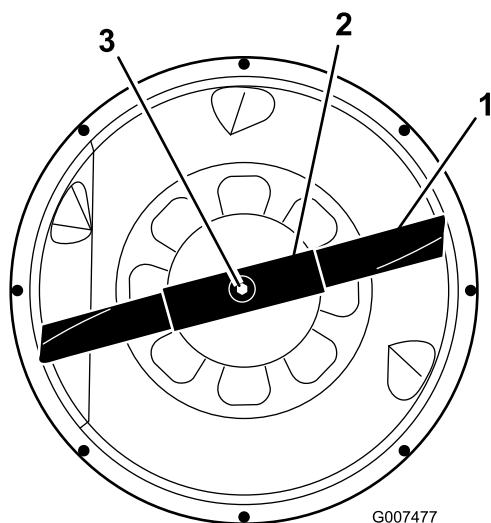

Figure 33
6. Tenez la lame à son extrémité avec un chiffon ou un gant épais. puis enlevez le boulon de fixation de la lame, la rondelle bombée, le renfort et la lame (Figure 33). Pour enlever le boulon, bloquez
1. Posez la lame, le renfort, la rondelle bombée et le boulon de fixation (Figure 33).